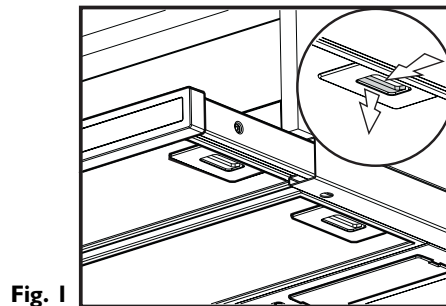

Fig. 1
1. Fest brakettene **D** (**Fig. 1**) til sidepanelet på skapet med to lange skruer for hver brakett (den høyre braketten **R** på høyre side, den venstre braketten **L** på venstre side), og sett braketten kant i kant med undersiden. Plasser braketten kant i kant med baksiden av skapet og husk på at baksiden av braketten svarer til baksiden av ventilatoren.
2. Fjern det/de skitne fettfilteret/fettfiltrene ved først å trekke håndtaket mot motsatt side av ventilatoren og deretter ned (**Fig. 1**).
2. Fjern fettfilteret/filtrene (**Fig. 1**).
5. Monter fettfilteret/filtrene igjen (**Fig. 1**).